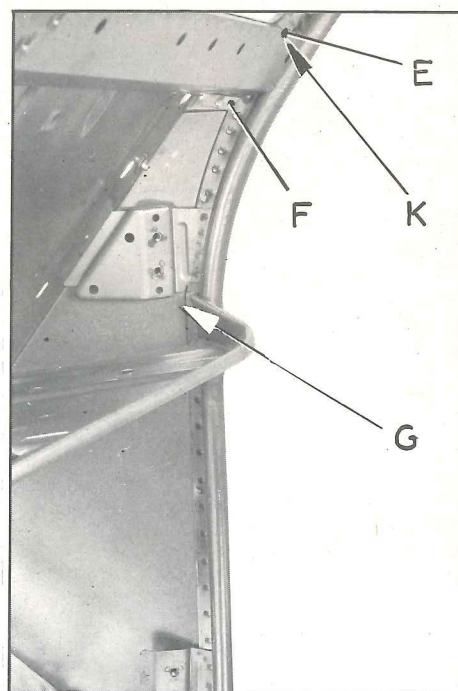

Fig. 4
- E (fig. 4)
- F (fig. 4)
- G (fig. 4)
- en E (fig. 4)
- en F (fig. 4)
- en G (fig. 4)